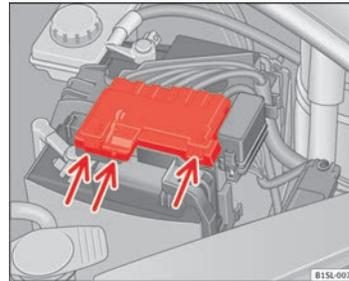

Abb. 110 Im Motorraum: Abdeckung für die Fahrzeugbatterie abnehmen.
- Auf die Laschen ⇒ Abb. 110 (Pfeile) in Pfeilrichtung drücken und die Batterieabdeckung nach oben abnehmen. ▶